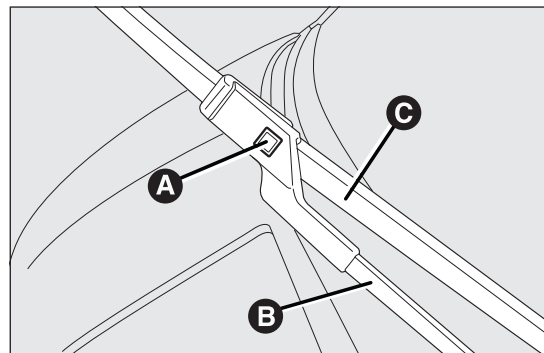

fig. 158
- soulever le bras A fig. 158 de l'essuie-glace et placer le balai de manière à former un angle à 90° avec le bras en question ;
- appuyer sur le bouton A et enlever du bras B fig. 158 le balai C fig. 158 ;